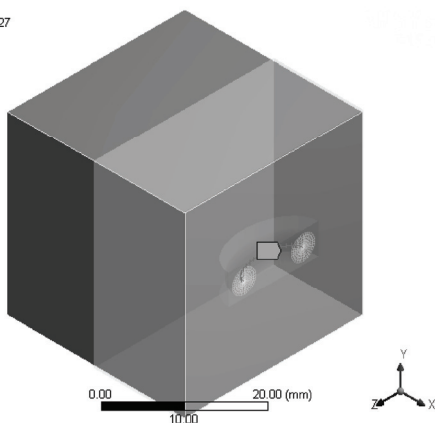
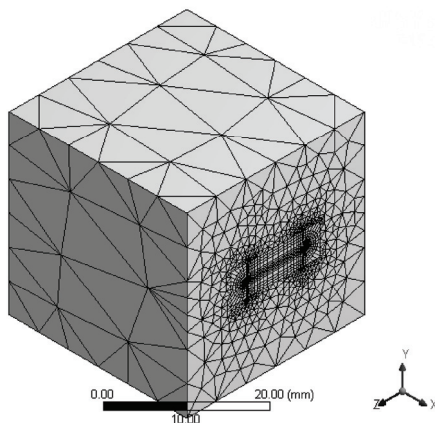

图 19-13 裂纹
图 19-14 最终网格模型
4) 右键单击 Crack 对象，在弹出的快捷菜单中选择 Generate All Crack Meshes，划分裂纹。得到的裂纹如图 19-13 所示，最终网格如图 19-14 所示。